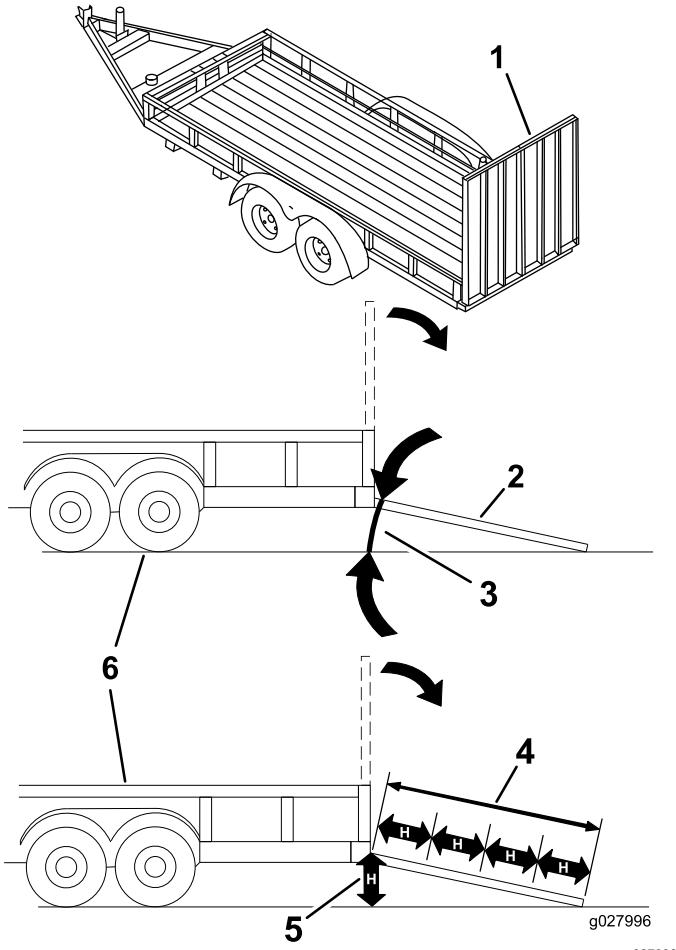

Figura 40
Colocar uma máquina num reboque ou camião aumenta a possibilidade de capotamento e pode provocar graves ferimentos ou morte (Figura 40).
3. Baixe a rampa, certificando-se de que o ângulo entre a rampa e o solo não é superior a 15 graus (Figura 40).
1. Baixe a rampa, certificando-se de que o ângulo entre a rampa e o solo não é superior a 15 graus (Figura 40).